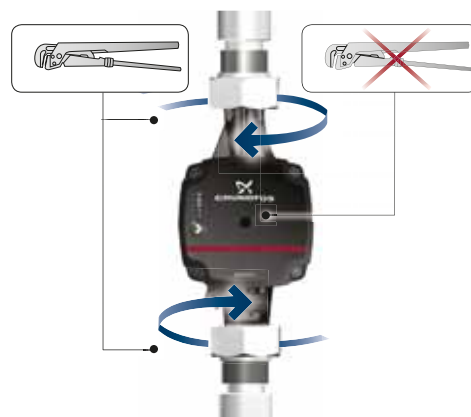

Fig. 3 Serrage des raccords
3. Serrer les raccords. Voir fig. 3.